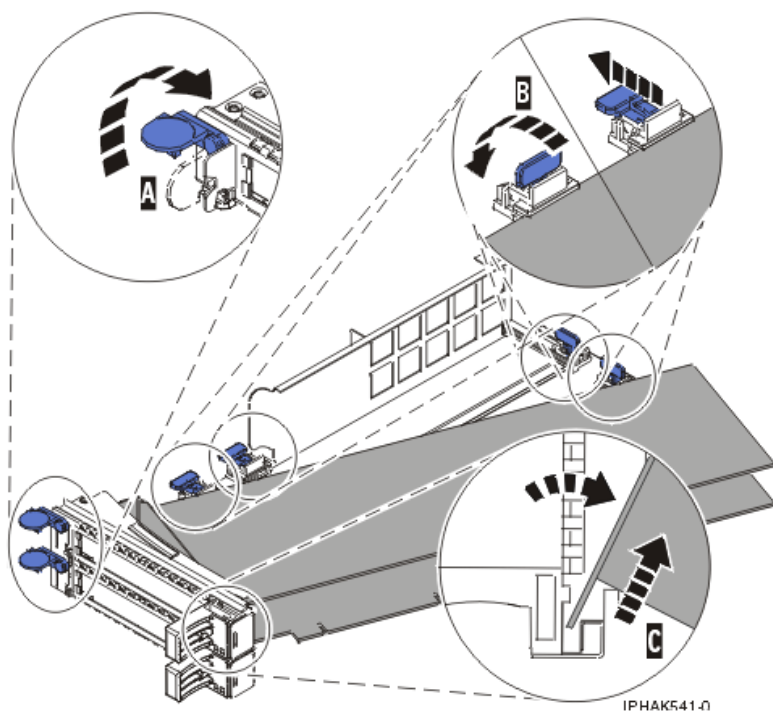

図 92. PCI アダプター・カセットから取り外されたアダプター
- d. ピボット・ピン (C) を回して外し、安全な場所に置く。
- a. 保持クリップ (A) を水平位置まで回転して、アダプター保持具をアンロックする。 132 ページの図 92を参照してください。